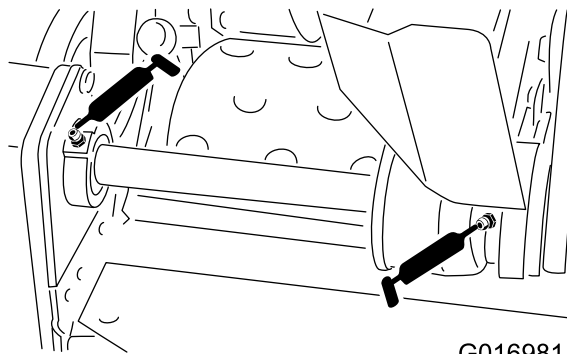

Figura 19
- 2 nos rolamentos do contra-eixo do cilindro (Figura 19)